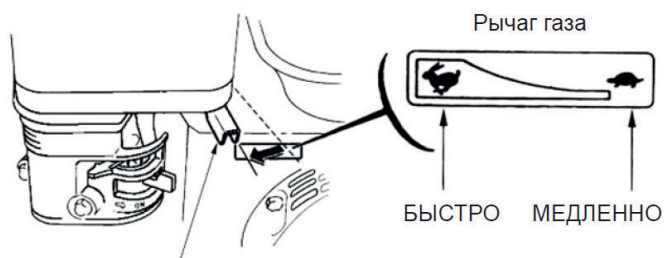

Рис. 20 Установка рычага газа
3. Переведите рычаг газа (Рис. 20) на 1/3 хода в сторону положения максимальных оборотов двигателя (обозначение зайца на наклейке-максимальные обороты, черепахи - холостые обороты).
1. Откройте топливный кран, переместив рычаг топливного крана в рабочее положение (ON).